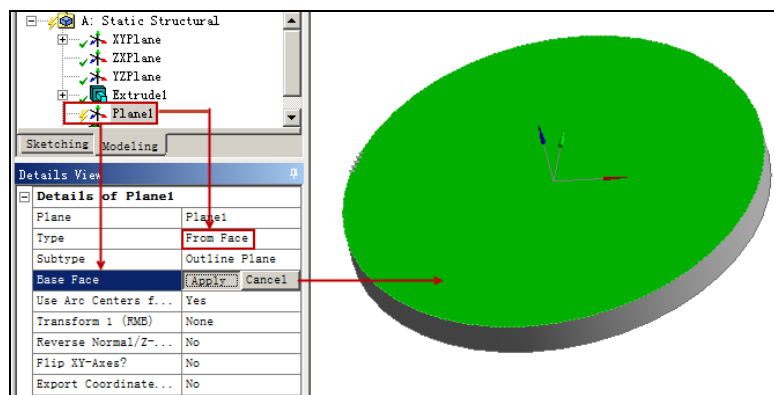

图 2-46 创建新平面
- 步骤 01** 单击平面/草图控制工具栏中的创建  (新平面) 按钮创建新平面, 在参数列表中, Type 设置为 From Face, 并选择零件上表面作为 Base Face, 如图 2-46 所示, 单击 **Apply** 按钮完成选择。